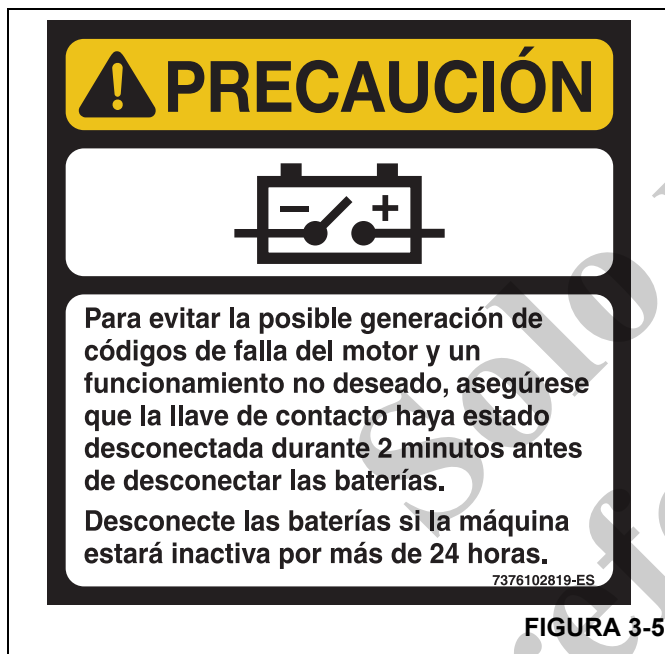

FIGURA 3-5
3. Conecte los conductores a los bornes de las baterías, empezando con los bornes negativos (Figura 3-5).